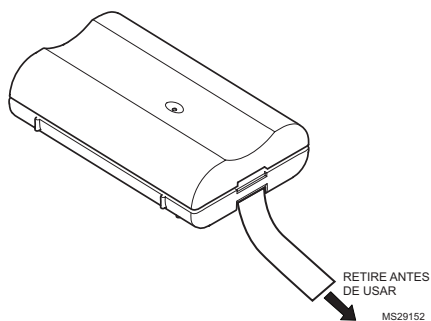

Fig. 5. Retiro de la lengüeta de la batería.
1. Retire la lengüeta de la batería antes de comenzar la instalación. Consulte la Fig. 5.
1. Retire la lengüeta de la batería del sensor de puerta o ventana corrediza. Consulte la Fig. 5 en la página 4.